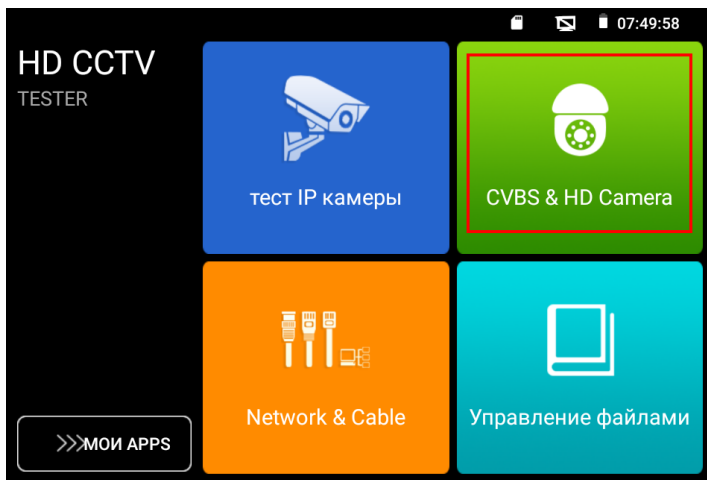

Рис. 5 Месторасположение и пример работы приложения AutoHD с CVI камерой
- 3) Зайдите в раздел CVBS & HD Camera (рис. 5). В разделе CVBS & HD Camera вы сможете выбрать необходимое приложение для просмотра изображения с видеокамеры (CVI, AHD, TVI, HD CVBS) или приложение AutoHD (универсальный мультиформатный вариант приложения)